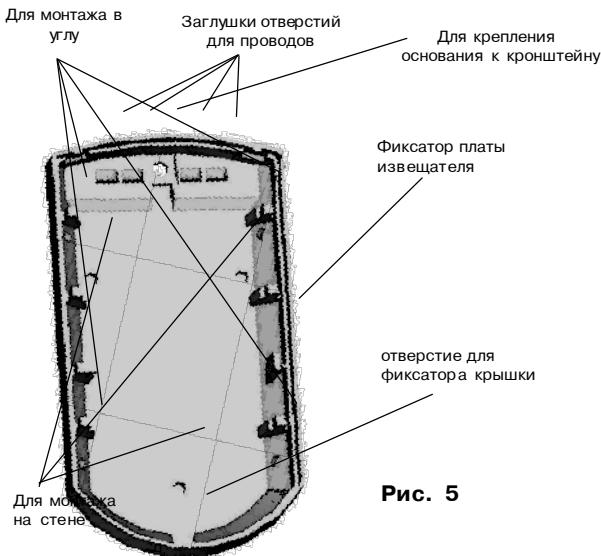

Рис. 5
- снимите крышку извещателя, отжав при помощи отвертки фиксатор крышки через отверстие расположеннное в нижней части основания извещателя (рис.5);
- просверлите в основании извещателя отверстия, которые будут использоваться для прокладки проводов и крепления извещателя (см. рис.5);
- при креплении на кронштейне выверните винт из сферы, совместите квадратный выступ сферы с соответствующим пазом в верхней части основания извещателя (рис.5), вставьте винт в отверстие в верхней части основания и заверните, не затягивая;